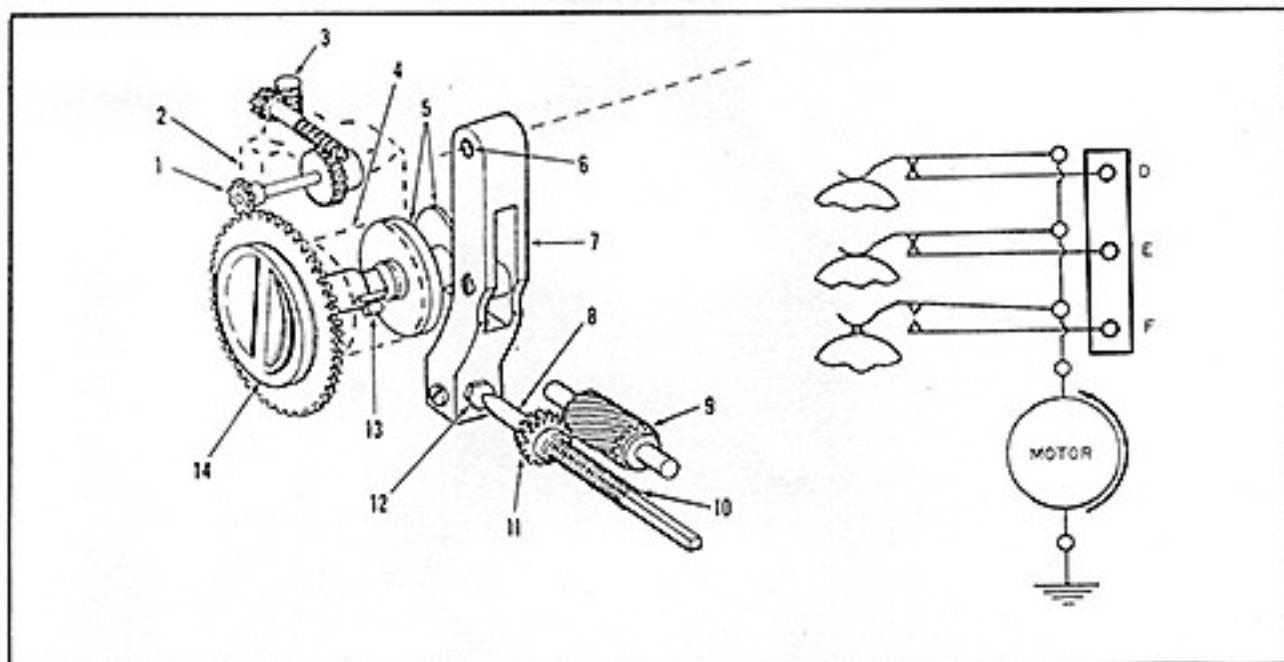

Abb. 1-4. Graphische Darstellung des Verschluss-einstellwerkes mit Fernsteuerung.
1-16. Bei der Verschluss-einstellung von Hand wird der Verschluss-einstellknopf (14) in das Gehäuse eingedrückt (Abb. 1-4). Hierbei wird der Zahnkranz am Verschluss-einstellknopf von dem Zahnrad (1) für die Fernsteuerung entkoppelt. Am Schaft des Verschluss-einstellknopfes befindet sich eine Schlitzführung, die den flachen Ansatz der darunterliegenden Nockenwelle (5) aufnimmt. Durch Drehen des Verschluss-einstellknopfes wird somit die Nockenwelle ebenfalls gedreht. Hierbei wird der Verschluss-einstellhebel (7) vor- oder zurückgeführt. Durch die Vor- oder Rückwärtsbewegung des Verschluss-einstellhebels wird die hintere Verschluss-scheibe durch Drehen eines Zahnrades verändert, d. h. die Verschlussöffnung wird größer oder kleiner.
1-19. Ein Mitnehmerstift (13) an der Nockenwelle (Abb. 1-4) setzt sich in die Bohrung einer Unterbrecherrolle (4) ein. Beim Drehen der Nockenwelle wird somit die Unterbrecherrolle mitgeführt. An der Unterbrecherrolle befinden sich drei Einstellschrauben, welche zur Unterbrechung dreier, für sie bestimmter, elektrischer Kontakte dienen. Wird der jeweilige geschlossene Kontakt durch seine für ihn bestimmte Einstellschraube geöffnet, so wird der Stromkreis unterbrochen und der Motor steht still. Die gewünschte Verschlussöffnung ist eingestellt.